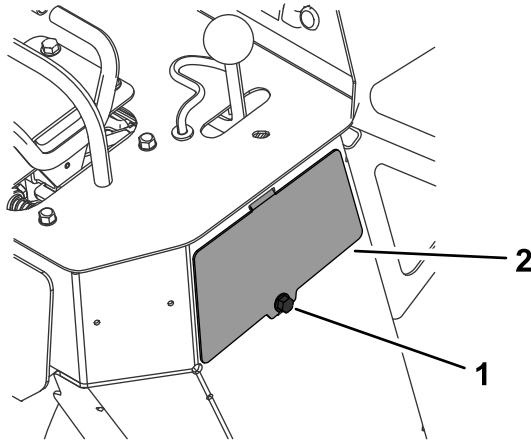

Figura 52
- Retire el perno y el panel de acceso a la derecha de la máquina (Figura 52).
- Instale el panel de acceso y fíjelo con el perno (Figura 52).